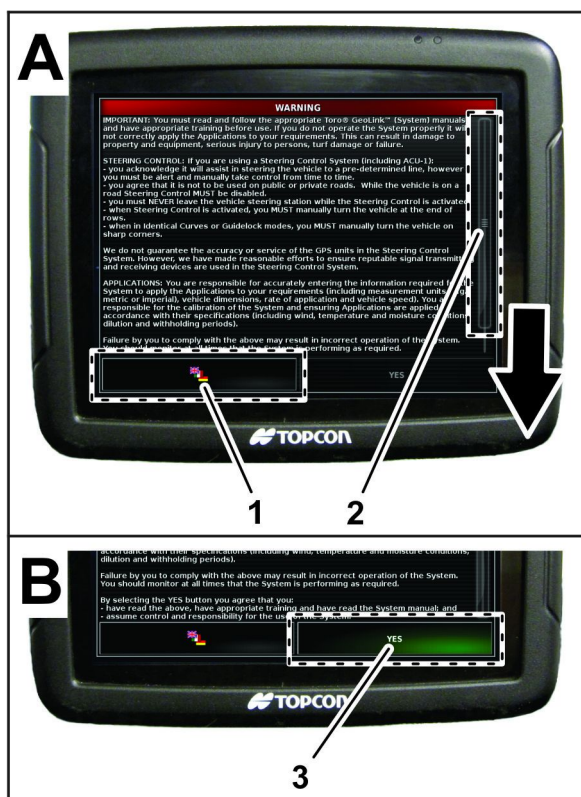

Figure 15
1. Vous pouvez appuyer sur l'icône Sélection de langue pour choisir une langue différente pour l'affichage X25 (Figure 15).
3. Lisez le contrat de licence de l'utilisateur final (EULA) (Figure 15).
Utilisez la barre de défilement pour naviguer jusqu'au bas de l'écran. L'icône OUI devient verte (Figure 15).
4. Appuyez sur l'icône OUI pour retourner à l'écran d'accueil (Figure 15).